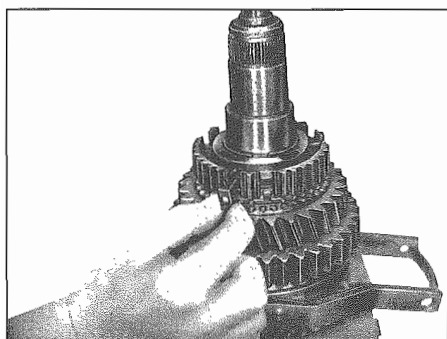
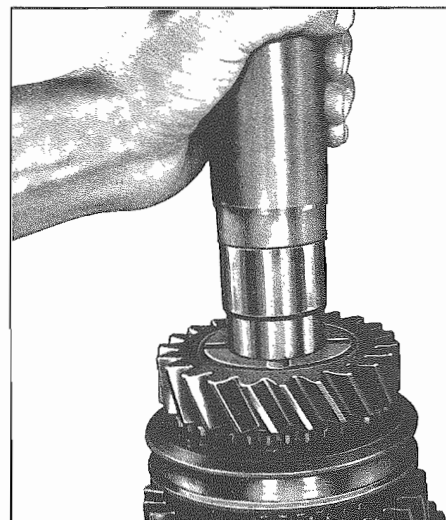

Fig. 31 - Montaggio dei gruppi
Fig. 34 - Anello interno
- Mettere l'anello sincronizzatore (417) sul cono dell'ingranaggio della 2a marcia (dentatura verso il basso). Riscaldare il mozzo sincronizzatore (416) a circa 80° C e premere con la bussola di forzamento n. 10. Montare l'anello elastico di arresto (415). L'anello (415) deve alloggiare in forza nella cava. Spessori disponibili dell'anello: 2,4 e 2,5 mm.
- Mettere nei fori del mozzo sincronizzatore fissando con il grasso, i gruppi ciascuno formato da una molla di compressione (406), un perno sferico (405) ed un pressore (404) (Fig. 31).
- Mettere la ralla (412) nell'ingranaggio della 3a marcia. Con la bussola di forzamento n. 9 premere l'anello interno (411) fino all'appoggio sulla ralla (Fig. 34).
- Place blocking ring (417) on cone of second gear wheel (teeth down). Heat synchronizer (416) to approx. 80° C and press-on with installation bushing 10. Insert circlip (415). Circlip (415) should be seated tightly in groove. Available ring thickness: 2.4 and 2.5 mm.
- Glue one compression spring (406), one ball pin (405) and one thrust piece (404) each with grease into bores of synchronizer (Fig. 31).
- Place thrust washer (412) on 3rd gear wheel. Place inner race (411) with installation bushing 9. up to stop against thrust washer (Fig. 34).